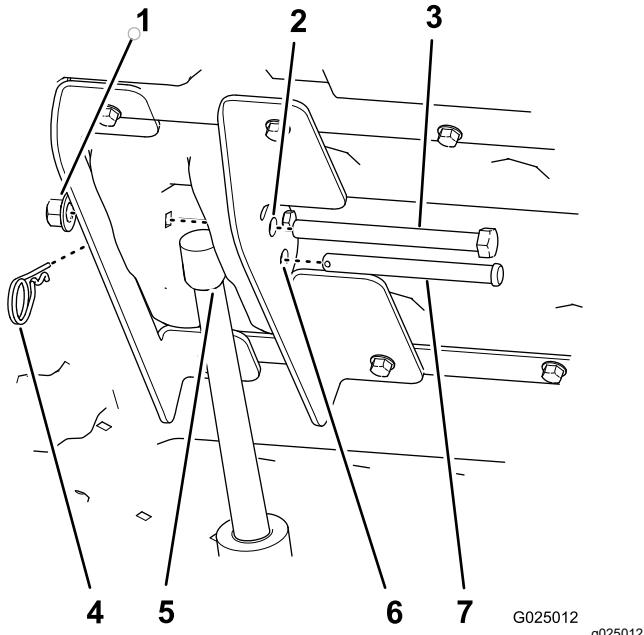

Figura 11
- Pulse la parte superior del interruptor de elevación de la plataforma para extender la varilla del actuador de elevación hasta que el taladro de la varilla esté alineado con los taladros de los soportes de elevación interior y exterior (Figura 11).
- Sujete la varilla del actuador del elevador a los soportes de elevación con el pasador (3½") y la chaveta (Figura 11).
- Alinee el perno de cabeza hexagonal (½" x 5½") a través de los otros taladros de 12,7 mm de los soportes de elevación interior y exterior (Figura 11) y sujetelo con una contratuerca (½") hasta que la tuerca esté ajustada.
2. Retire el pasador y la chaveta que sujetan la varilla del actuador a los soportes de elevación interior y exterior (Figura 11).
7. Baje la plataforma y alinee el actuador del elevador con los soportes de elevación (Figura 11).
8. Sujete el actuador del elevador a los soportes de elevación con el pasador y la chaveta (Figura 11).